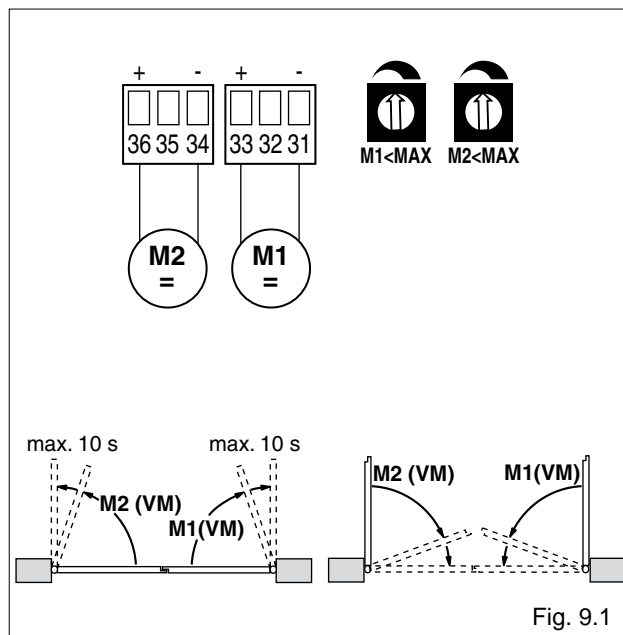

Fig. 9.1
- (Fig. 9.1) **Utilisation sans fin de course**